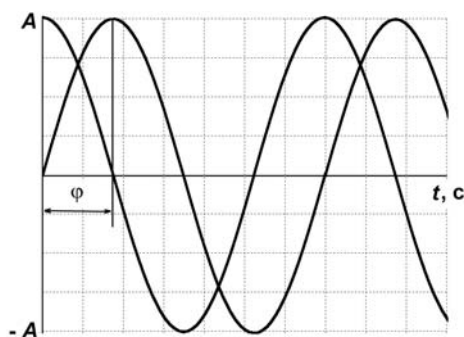
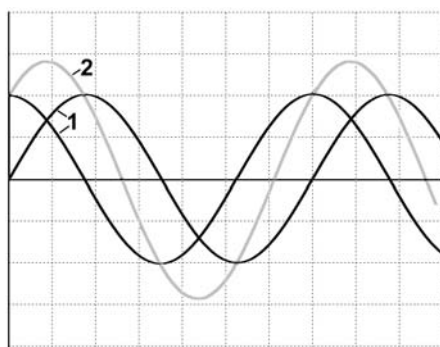

Рис. 4.3. График синусоидальных колебаний, сдвинутых по фазе на четверть периода
Рис. 4.4. Суммирование колебаний, сдвинутых по фазе на четверть периода:
А что будет, если график немного подвигать вдоль оси абсцисс? Как видно из рис. 4.3, это равносильно признанию того факта, что в нулевой момент времени наше колебание не равно нулю. На рис. 4.3 второе колебание начинается с максимального значения амплитуды, а не с нуля. При этом сдвигаются моменты времени, соответствующие целому и половине периода, а в уравнении (1) появляется еще одна величина, обозначаемая буквой φ (фи) и измеряемая в единицах угла — радианах:
ний, представленных на рис. 4.3, сдвиг фаз равен 90° ($\pi/2$ радиан). Именно для наблюдения таких колебаний совместно и предназначен многоканальный или многолучевой осциллограф — в обычном фаза колебания определяется только настройками синхронизации.
Обратите внимание, что в общем случае амплитуды и частоты колебаний различны (на рис. 4.3 они одинаковы!).
Для иллюстрации продемонстрируем (рис. 4.4), что получится, если сложить два колебания, которые были представлены на рис. 4.3. Я не буду приводить картинки для иных случаев, т. к. интересных комбинаций может быть довольно много, но очень рекомендую потратить время на эти упражнения, потому что результаты могут быть весьма неожиданными и вовсе неочевидными. Скажем, при сложении двух синусоидальных колебаний с одинаковой частотой и амплитудой, но со сдвигом фаз в 180° (когда колебания находятся в противофазе), результирующая сумма будет равна нулю на всем протяжении оси времени! А если амплитуды таких колебаний не равны друг другу, то в результате получится такое же колебание, амплитуда которого в каждой точке равна разности амплитуд исходных. Запомним этот факт — он нам пригодится, когда мы будем рассматривать усилители звуковой частоты с обратной связью (см. главу 8).